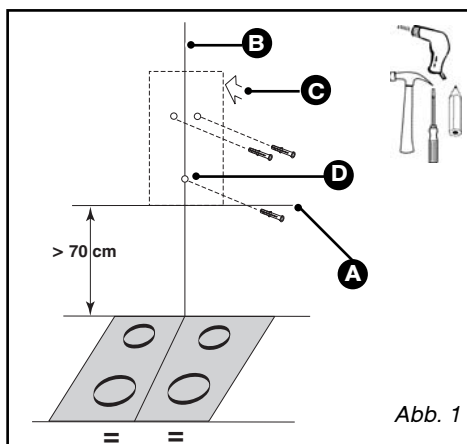

Abb. 1
– Sicherungsschraube gegen Anheben (D/Abb.1) einsetzen.